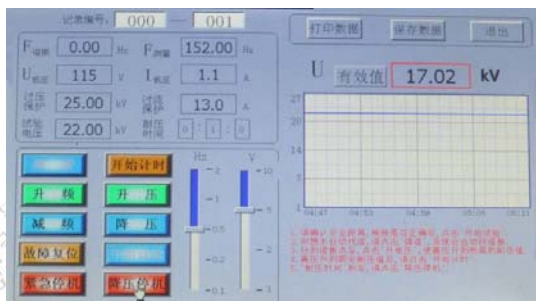

图 16
(23) 当“耐压时间”到时，点击“降压停机”，系统自动降压，显示界面如图 16。